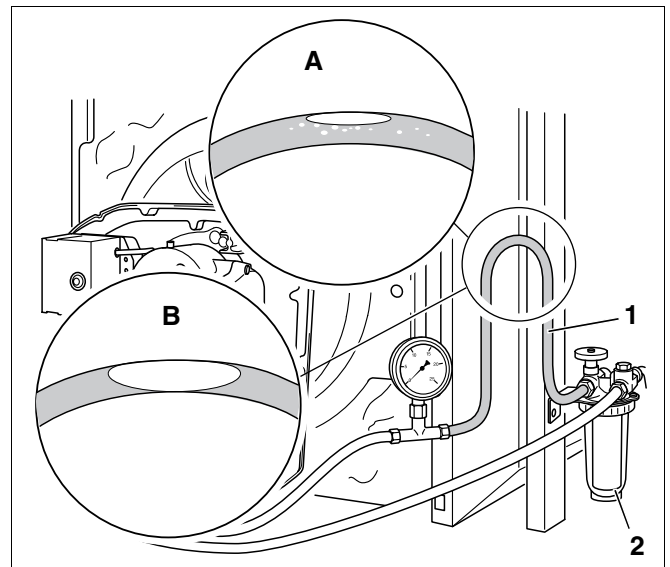

Fig. 65 Relever le flexible transparent en l'attachant
- Monter le flexible transparent (fig. 65, **pos. 1**) dans la conduite d'aspiration derrière le filtre de fioul (fig. 65, **pos. 2**).
- Relever et attacher une boucle du flexible transparent comme indiqué (fig. 65).
- Contrôle visuel de la quantité d'air accumulée (fig. 65, **loupe A et B**).
Si le volume d'air accumulé dans la partie la plus élevée de la boucle est faible (fig. 65, **loupe A**), la conduite de fioul est suffisamment étanche.
Si les bulles d'air sont plus importantes (fig. 65, **loupe B**) c'est que la conduite d'aspiration et/ou les raccords ne sont pas étanches.